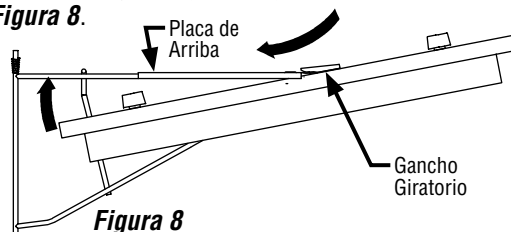

Figura 8
- 2** Continúe a deslizar la sujetadora hacia el panel de atrás hasta que el puntero de la placa de arriba este completamente insertada bajo del gancho giratorio, como demostrado en **Figura 8**.